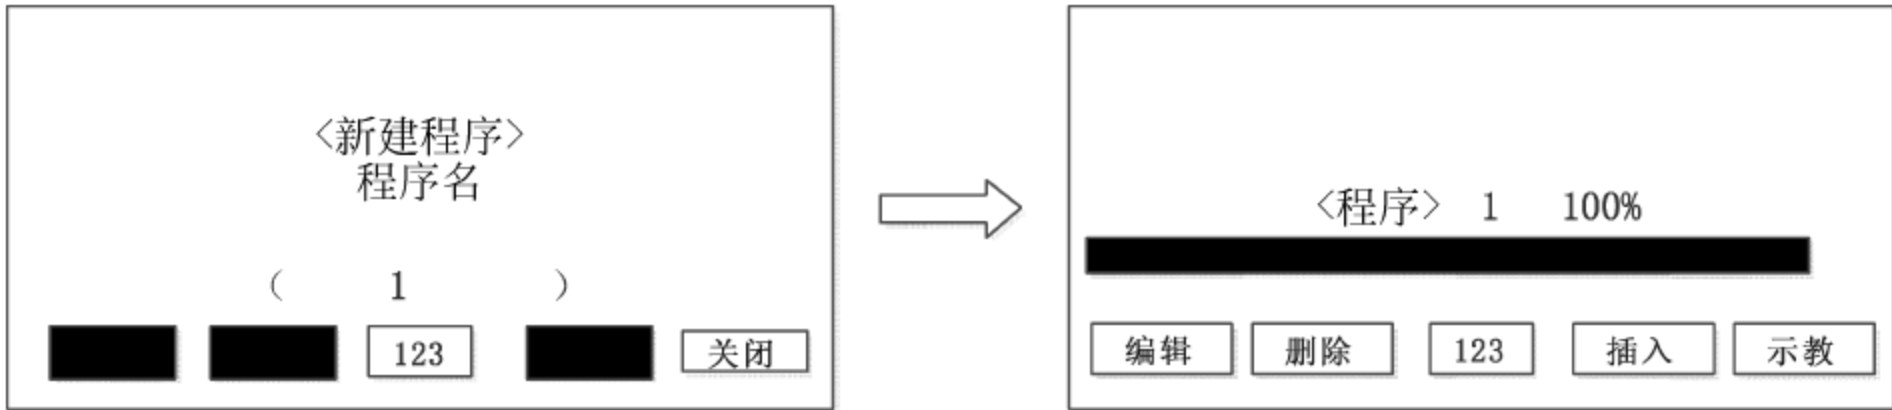

图 4-4 对新程序命名
- (3) 输入程序名,按 EXE 键,进入如图 4-4 所示指令编辑界面。